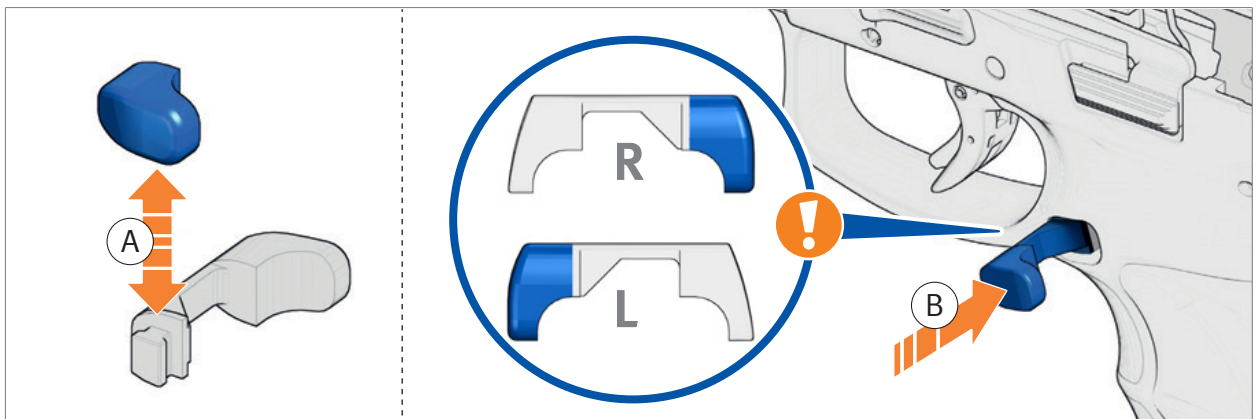

Abb. 25: Push-Button umbauen
4. Push-Button umbauen (Abb. 25).
5. Push-Button einsetzen (Abb. 25).